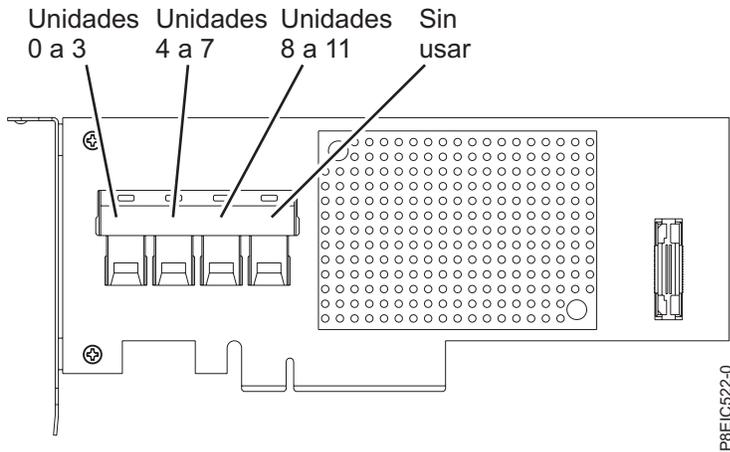

Figura 46. Cableado del adaptador SAS/SATA RAID PCIe3 de altura reducida y 6 Gb (FC EC3Y - PMC 71605E)
- a. Conecte los cables de señal para la unidad de disco al adaptador RAID antes de instalar el adaptador. Consulte la Figura 46 en la página 43.